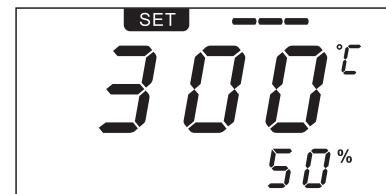

Рис. 1-5
2. Регулировка значения температуры (если значение температуры заблокировано, его невозможно регулировать): нажмите кнопки \blacktriangle или \blacktriangledown «TEMP» («ТЕМПЕРАТУРА»), чтобы переключить в состояние «SET» («НАСТРОЙКА») (см. рис. 1-5). Чтобы быстро изменить значение, нажмите и удерживайте кнопку. Если не нажимать кнопки в течение 3 секунд, настройка температуры будет сохранена автоматически и будет выполнен переход в режим «REAL».